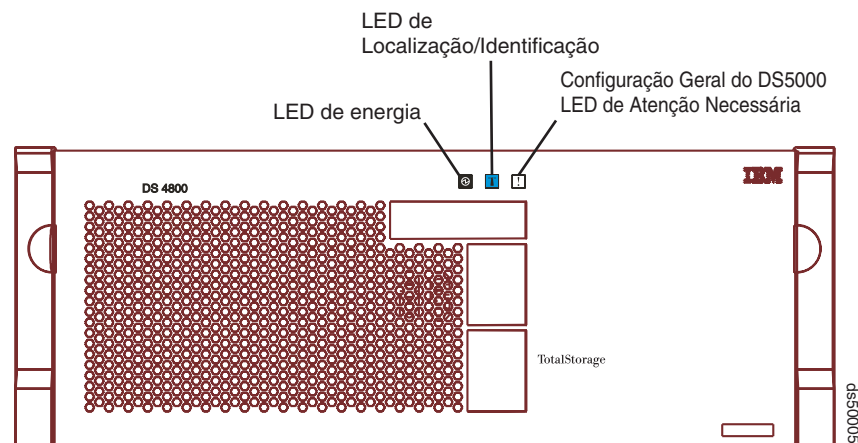

Figura 131. LED de Atenção Necessária Geral da Configuração no Painel Frontal do DS5100 ou DS5300
1. Localize a unidade de interconexão de baterias com falha verificando o LED de Atenção Necessária Geral da Configuração no painel frontal do subsistema de armazenamento (A Figura 131 mostra o local do LED de Atenção Necessária Geral da Configuração no painel frontal).